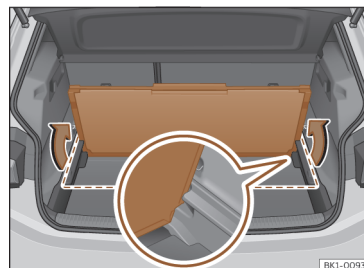

Fig. 172 Na bagageira: fixar o segundo piso da bagageira.
- Depois de dobrar, levante-o e insira-o nos suportes laterais com o lado aberto para baixo >>> **Fig. 172** (imagem ampliada).